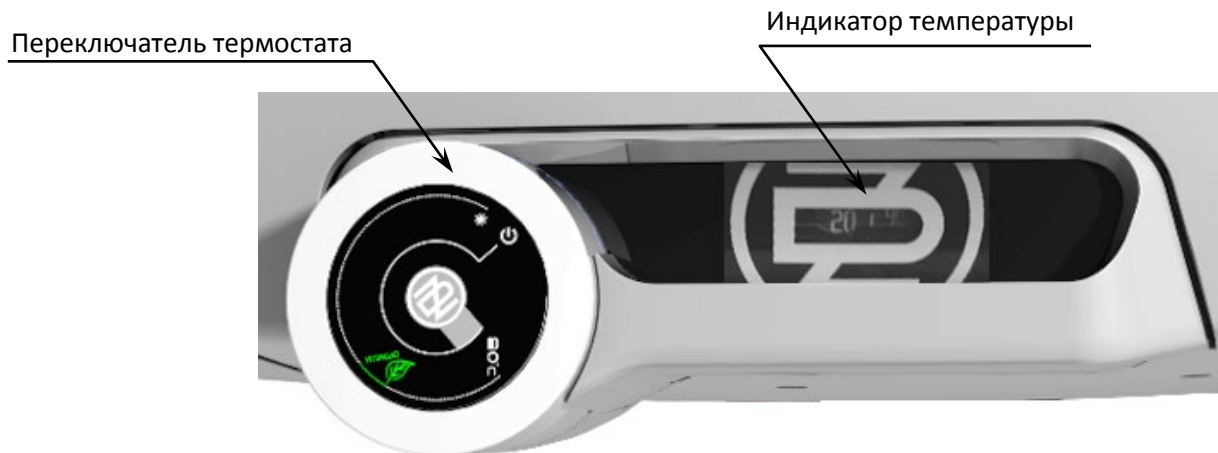

Рисунок 9
Подключение выполнить по схеме подключений. Подключения, сделанные на заводе, менять запрещается! (Рисунок 9). Степень защиты электрических частей водонагревателя - IP 44. Потребляемая мощность электрического элемента 2000 Вт (ОКНЕ ONE 50-120), 1100 Вт (ОКНЕ ONE 30).
- Схема электрического включения приложена к нагревателю на крышке электропроводки (Рисунок 9)